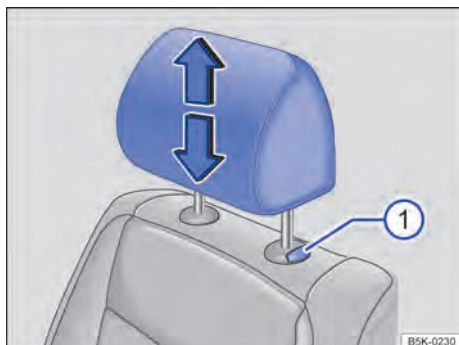
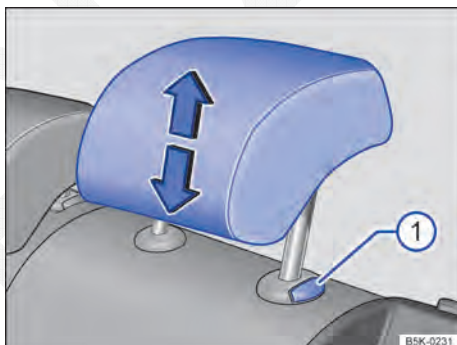

Fig. 62 Ajustar o apoio para cabeça dianteiro.
Fig. 63 Ajustar o apoio para cabeça traseiro.
- Empurrar o apoio para cabeça para cima no sentido da seta ou, com o botão ⇒ Fig. 62 ① ou ⇒ Fig. 63 ① pressionado, empurrar para baixo ⇒ ⚠.